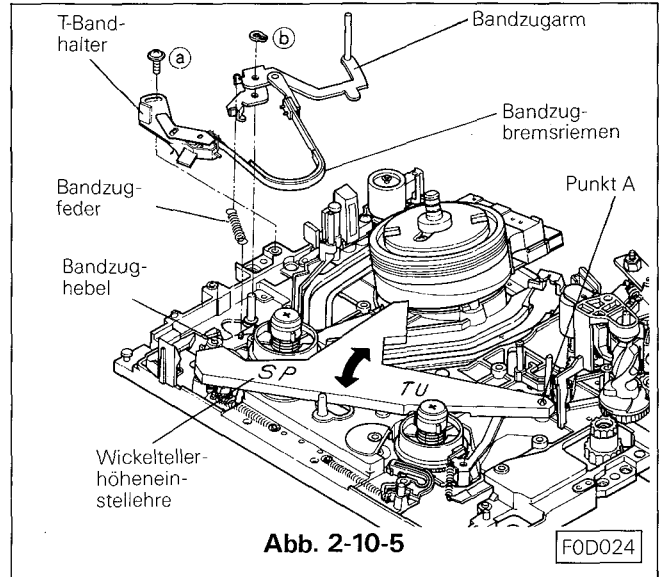

Abb. 2-10-5
- F. Den Bandzugarm auf die Achse aufsetzen und mit Sicherungsring ⑥ sichern. (Siehe Abb. 2-10-5)
- G. Bandzugfeder zwischen Bandzughebel und Bandzugarm einsetzen. (Siehe Abb. 2-10-5)
- H. Das T-Band vorsichtig auf das Chassis aufsetzen und den Halter mit Schraube ① leicht befestigen. Beachten Sie, daß das Bremsband frei von Schmutz oder Fett ist. (Siehe Abb. 2-10-5)